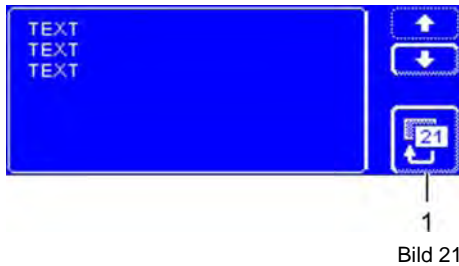

Bild 21
- ⇒ Bildskärmen (Bild 21) med driftsdatan visas.